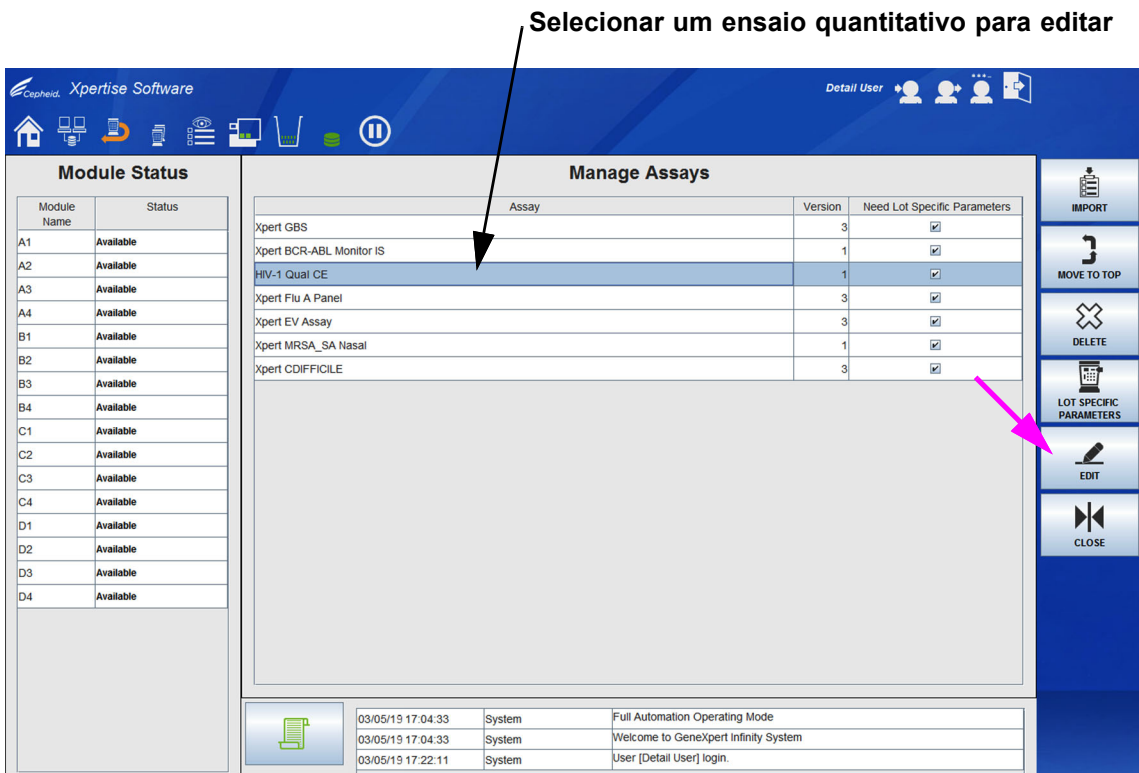
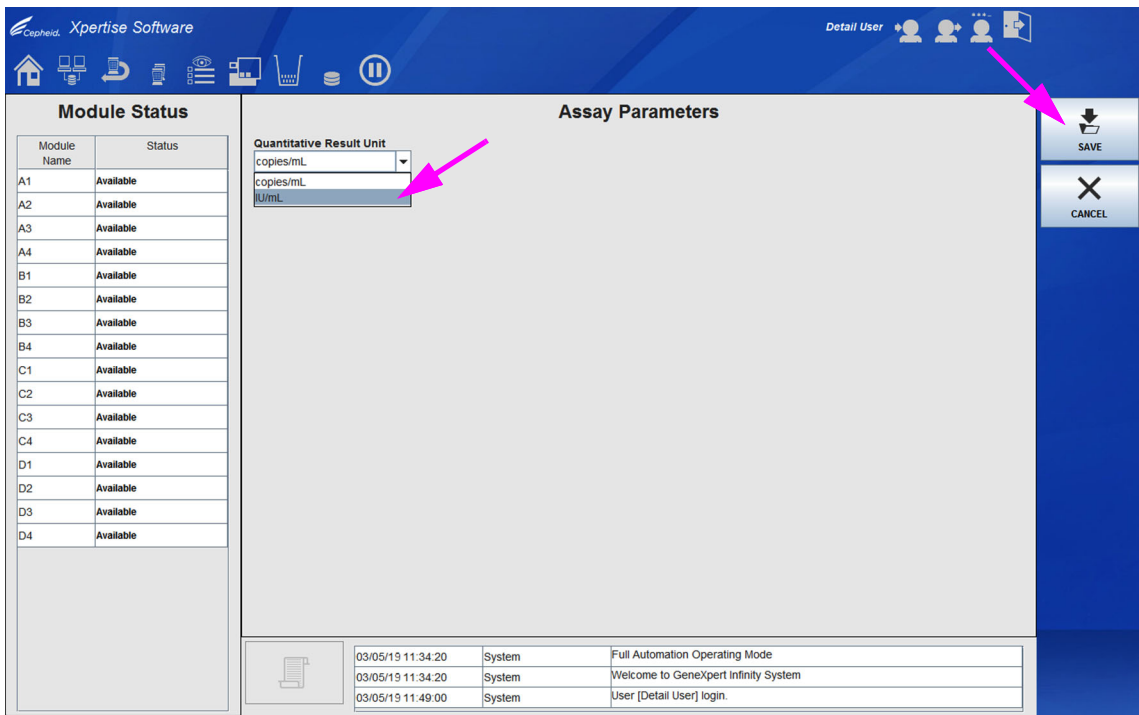
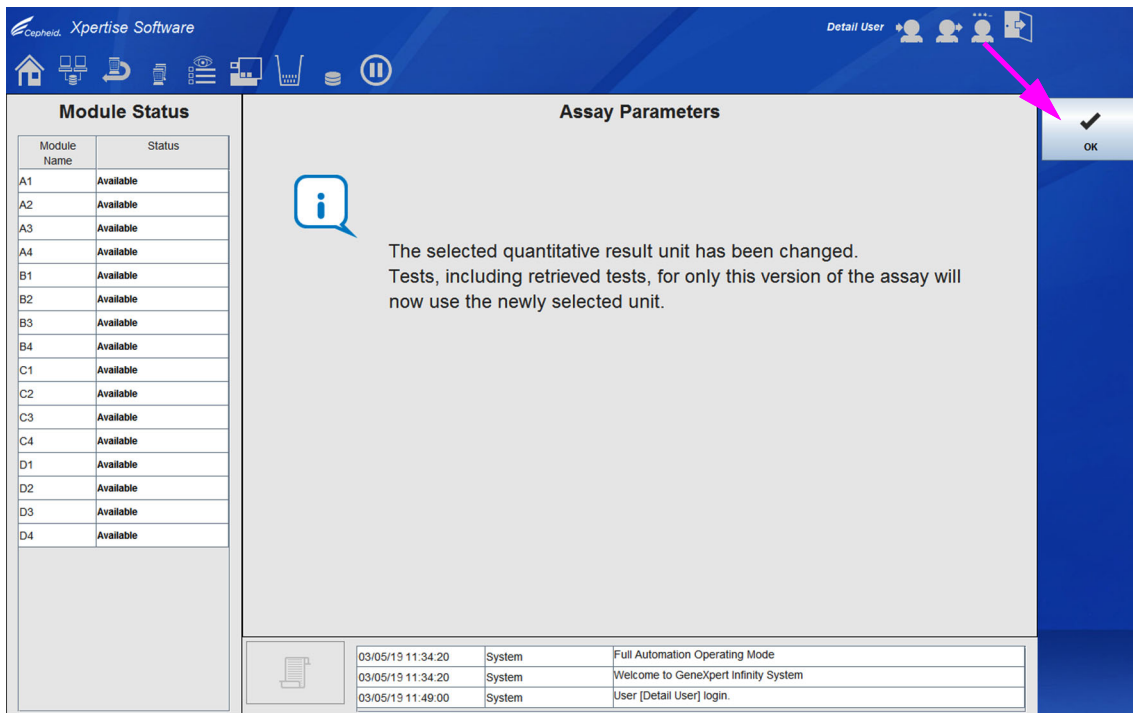

Figura 2-68. Área de trabalho Manage Assays (Gerir ensaios) a mostrar ensaio quantitativo
Figura 2-69. Área de trabalho Assay Parameters (Parâmetros do ensaio) a mostrar o menu pendente Quantitative Result Unit (Unidade do resultado quantitativo)
Figura 2-70. Confirmação da área de trabalho Assay Parameters (Parâmetros do ensaio)
1. Na área de trabalho Manage Assays (Gerir ensaios) (ver Figura 2-68), selecione o nome do ensaio quantitativo que quer editar na lista de ensaios e, em seguida, selecione o botão **EDIT (EDITAR)**. É apresentada a área de trabalho Assay Parameters (Parâmetros do ensaio). Ver Figura 2-69.
2. Utilize a lista pendente Quantitative Result Unit (Unidade de resultado quantitativo) para selecionar as unidades que quer que apareçam nos relatórios e nos gráficos. Ver Figura 2-69. Selecione as unidades pretendidas **IU/mL (UI/ml)** (Unidades Internacionais por mililitro) ou **copies/mL (cópias/ml)** (cópias de ADN por mililitro) mostradas neste exemplo. As unidades e a predefinição podem variar de ensaio para ensaio.
3. Selecione o botão **SAVE (GUARDAR)** (ver Figura 2-69). A nova unidade de resultado quantitativo é guardada e a área de trabalho Assay Parameters (Parâmetros do ensaio) vai mostrar uma mensagem de confirmação a indicar que as unidades foram alteradas. Ver Figura 2-69.
- Na área de trabalho Assay Parameters (Parâmetros do ensaio) (ver Figura 2-70), selecione o botão **OK**. A área de trabalho Assay Parameters (Parâmetros do ensaio) fecha. É apresentada a área de trabalho Manage Assays (Gerir ensaios). Ver Figura 2-68.